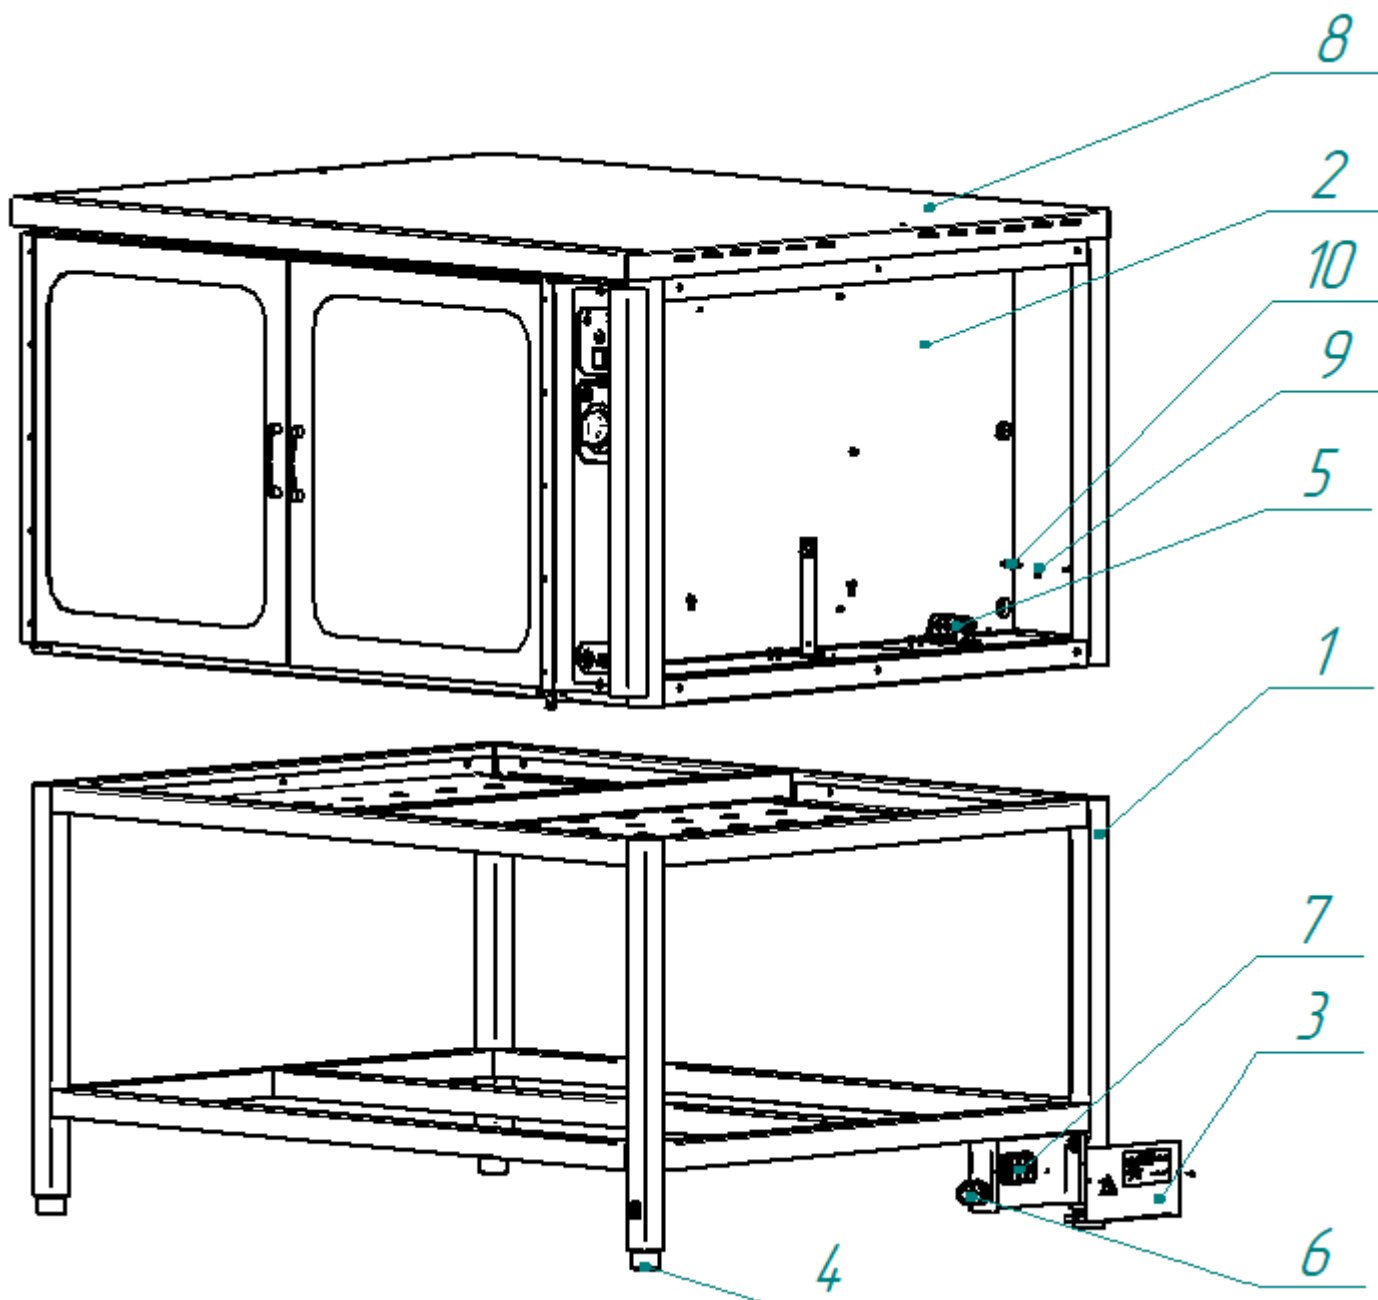

Рис.5 Схема сборки шкафа ШРТ 6-ЭШ-01
После распаковки и проверки комплектации выполнять сборку в следующей последовательности (смотри рис.5):
- снять крышку поз. 3, предварительно открутив 2 самореза (рис. 5);